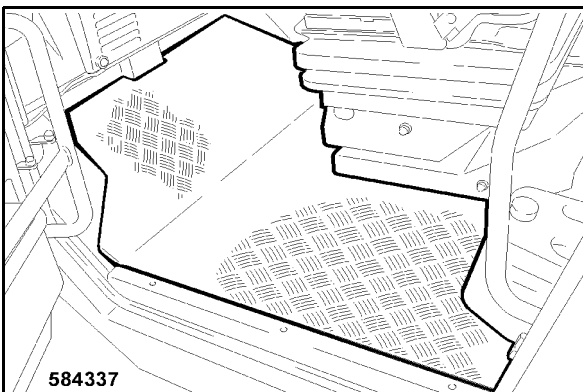

Fig. 222
- Insert the foot mat 1 (Fig. 222).